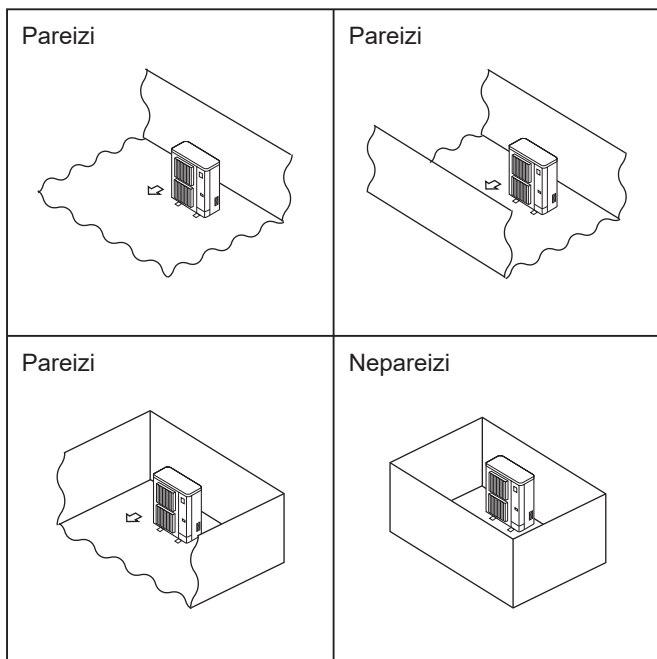

Fig. 2-1
- ⊙ Ārējās iekārtas uzstādiet tādās vietās, kur vismaz vienā no iekārtas četrām sāniem ir brīva telpa, un visa telpa kopumā ir pietiekami liela un bez padziļinājumiem. (Fig. 2-1)